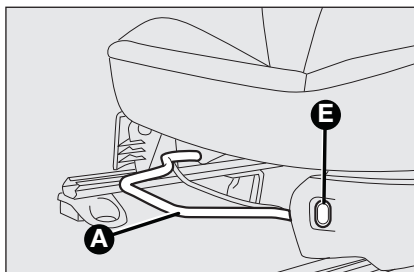

fig. 17
Regulación en sentido longitudinal fig. 17
Calefacción de los asientos fig. 17 (donde esté previsto)
ATENCIÓN El uso de la palanca **D** antes de bloquear el asiento en la posición inicial, provoca la pérdida de la posición inicial del asiento, en tal caso, necesita regular la posición del asiento mediante la regulación longitudinal **fig. 17**.
Para devolver el asiento a la posición inicial, deslizar el asiento hacia atrás empujando sobre el respaldo (movimiento ④); accionar la palanca **D** (movimiento ⑤) y levantar el respaldo (movimiento ⑥) hasta oír el clic de fijación. Regular la posición longitudinal mediante la palanca **A**-**fig. 17**.